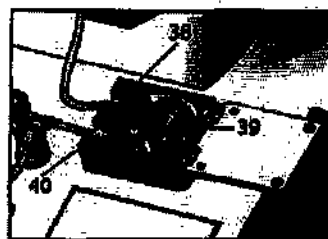

Рис. 4.3-6
2. Вставьте **Верхнее устройство для закрепления шланга в насосе** в специальное отверстие (38) на самом насосе (рис. 4.3-6).
3. Вращайте ролик насоса по часовой стрелке (рис. 4.3-6) пока шланг не закрепится. Убедитесь в том, что шланг вставлен в горизонтальные держатели. Если шланг необходимо отрегулировать, необходимо повернуть ролик насоса против часовой стрелки.
4. Вставьте **Нижнее устройство для закрепления шланга в насосе** в специальное отверстие (40) на самом насосе (рис. 4.3-6).